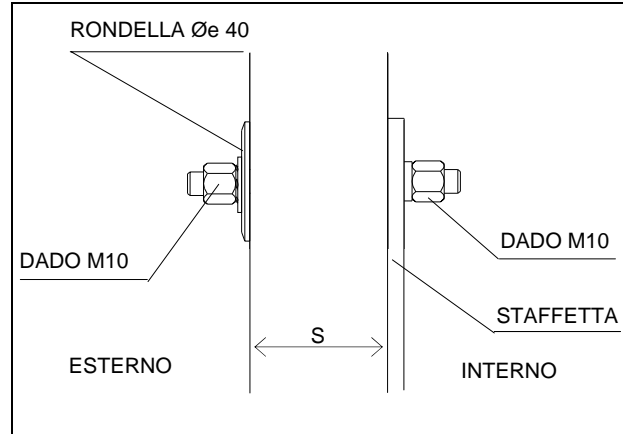

Figura 4 – PARTICOLARE SISTEMA DI FISSAGGIO
- Inserire i tiranti nei fori Ø 11 mm e avvitare, all'esterno del muro su ogni tirante, n.1 dado M10 dopo aver interposto tra muro e dado una rondella Ø esterno 40 mm (sia i dadi che le rondelle sono forniti a corredo) (Figura 4).